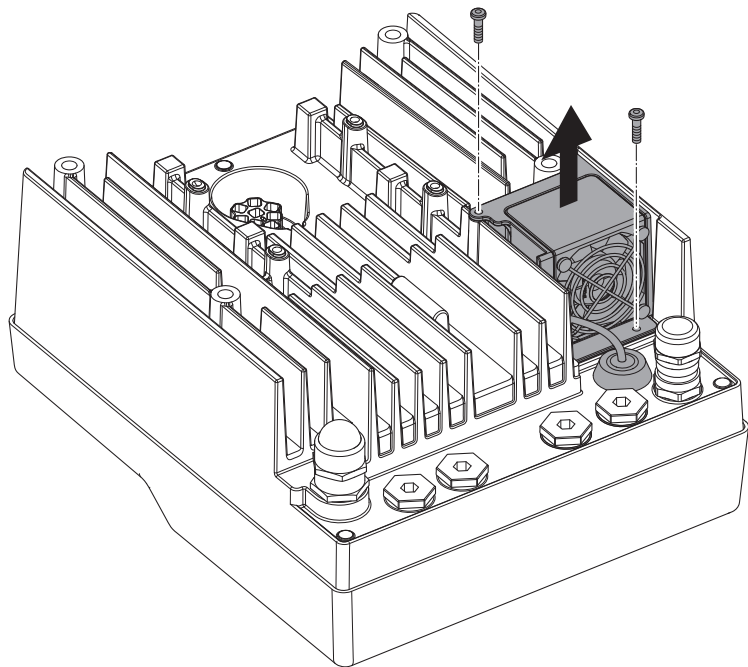

Fig. 47: Demontage des Modullüfters
- Schrauben des Modüllüfters lösen (Fig. 47).